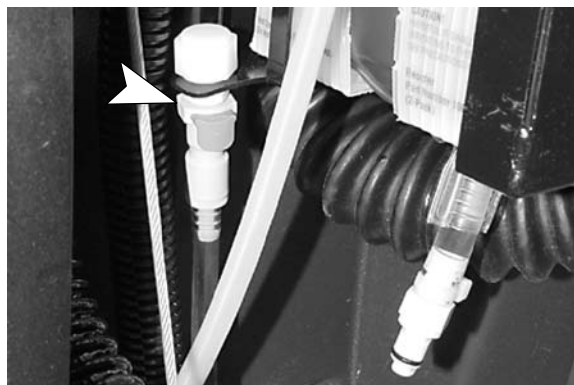

FIG. 35
- Modèle FaST : branchez le tuyau d'alimentation FaST-PAK sur le bouchon de stockage lorsque vous ne l'utilisez pas (Figure 35). Eliminez toute trace de concentré séché du raccord du tuyau, en le trempant dans de l'eau chaude.